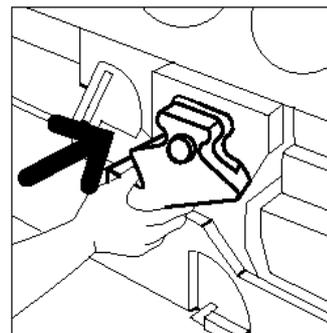

Fig. 26: Inserimento del nuovo contenitore di raccolta del developer usato
- 9** Allineare il nuovo contenitore del developer usato con la freccia sulla copiatrice/stampante, quindi farlo scorrere dentro la macchina, come illustrato in Fig. 26.